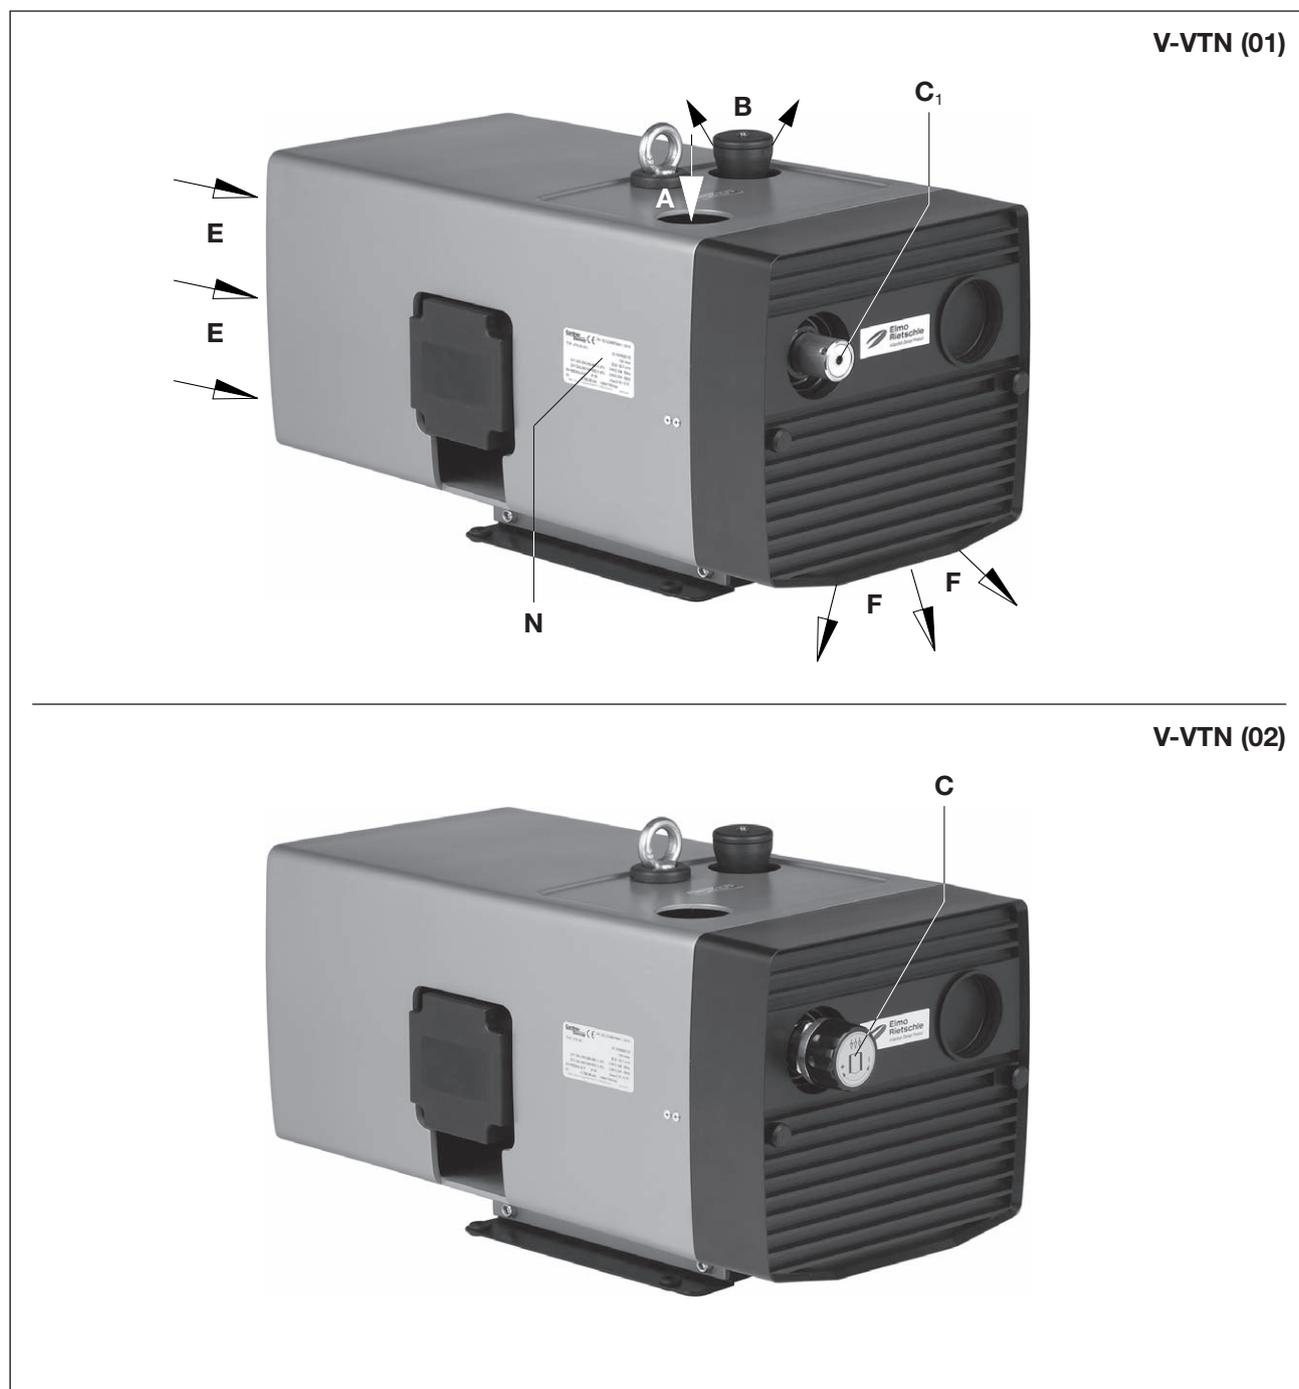
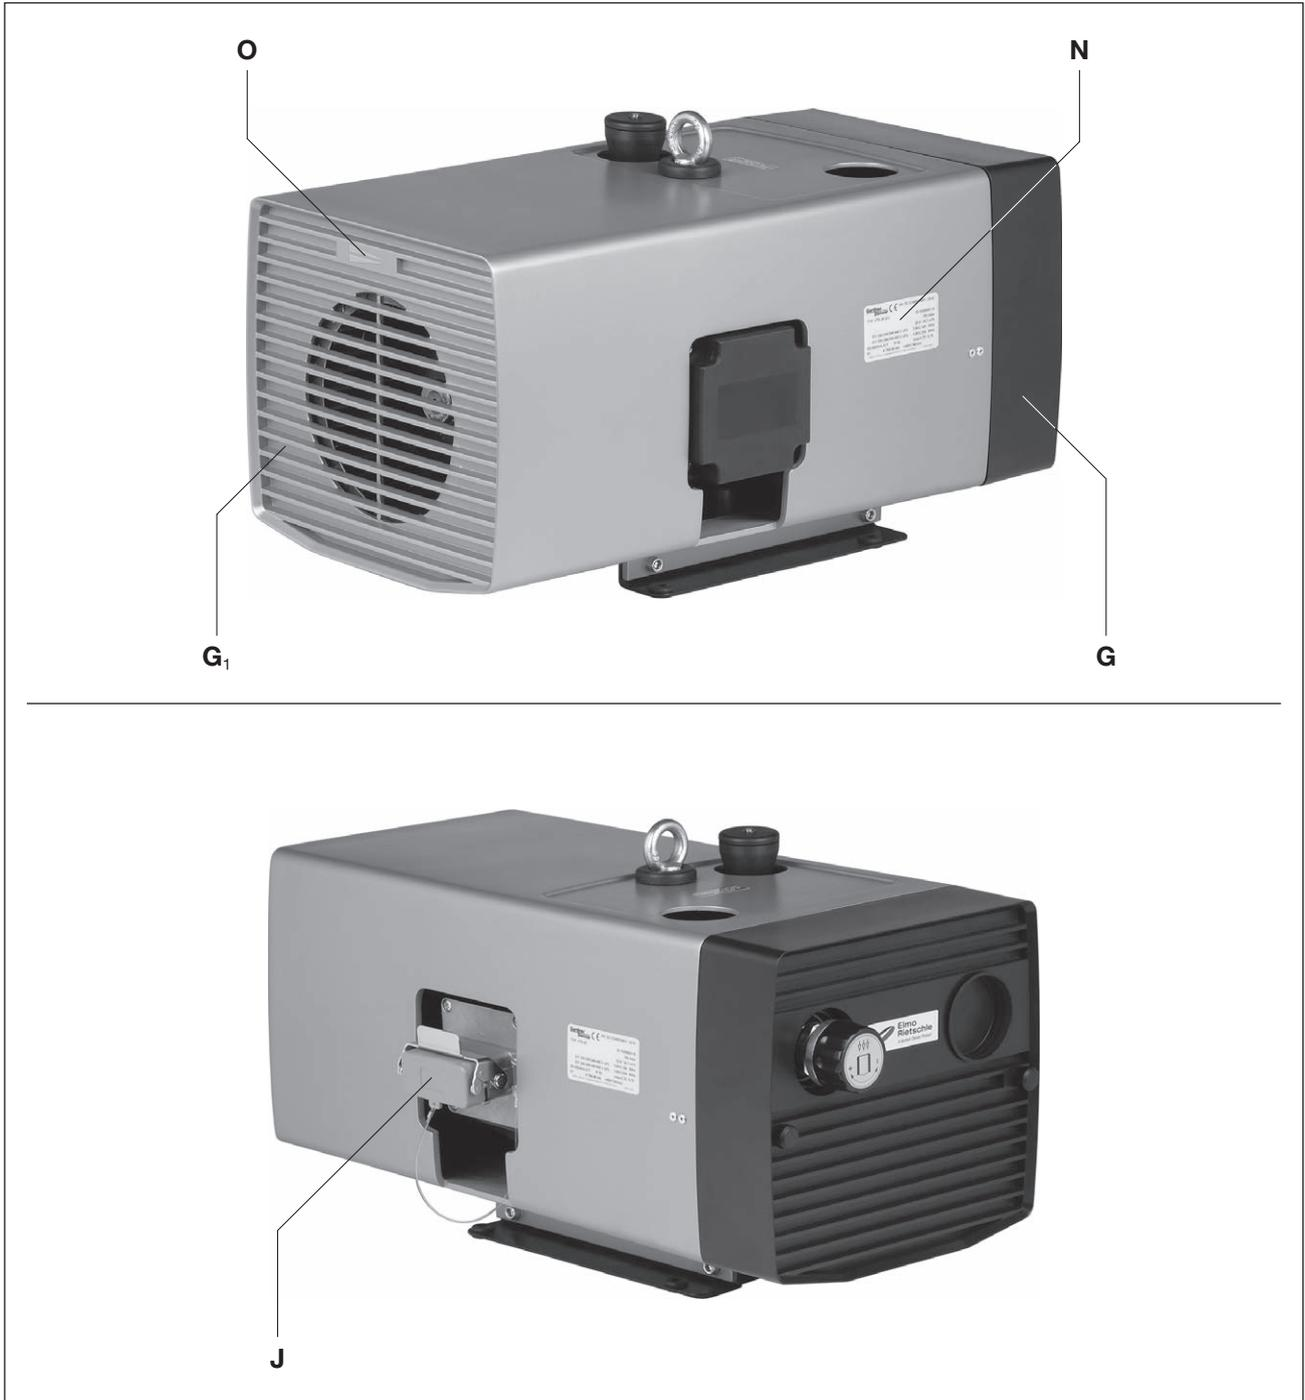

Fig. 2 Pompa per vuoto V-VTN (01) / V-VTN (02)
Fig. 3 Pompa per vuoto V-VTN
I modelli V-VTN (02) di serie hanno una valvola di regolazione del vuoto (Fig. 2/C), che consente di impostare il vuoto al livello desiderato, con limitazione verso l'alto.
Per smontare la griglia di scarico (Fig. 3/G) e la griglia di aspirazione (Fig. 3/G1), per la manutenzione prevedere almeno 30 cm di spazio. Inoltre, gli ingressi (Fig. 2/E) e le uscite (Fig. 2/F) dell'aria di raffreddamento devono avere una distanza di almeno 10 cm dalle pareti vicine (l'aria di raffreddamento fuoriuscita non deve essere riaspirata).
- a) Collegamento vuoto (Fig. 2/A).
La regolazione del vuoto può avvenire ruotando la manopola di regolazione (Fig. 2/C) in base alla targhetta dei simboli applicata su questa.
- a) I dati elettrici del motore sono indicati sulla targhetta dati (Fig. 2/N) o sulla targhetta dati motore. I motori sono conformi a DIN EN 60034 e sono eseguiti con classe di protezione IP 55 e classe isolamento F. Lo schema di collegamento è situato nella morsettiera del motore (non si applica nella versione con collegamento a spina). I dati del motore devono essere confrontati con quelli della rete di alimentazione usata (tipo corrente, tensione, frequenza di rete, amperaggio ammesso).
- b) Collegare il motore attraverso il connettore a spina (Fig. 3/J) ossia l'interruttore magnetotermico (per la protezione dell'interruttore magnetotermico e dello scarico di trazione del cavo di collegamento è necessario prevedere un pressacavo). Consigliamo di usare interruttori magnetotermici con disattivazione ritardata, dipendente da un ev. sovraccarico. Sovraccarichi di breve durata possono verificarsi se si avvia la macchina a freddo.